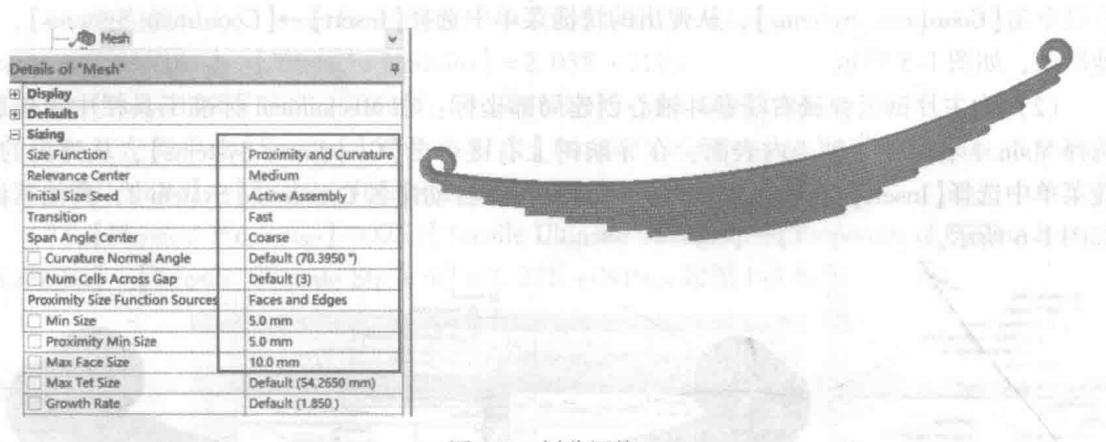

图 1-8 划分网格
(1) 在导航树里单击【Mesh】→【Details of “Mesh”】→【Sizing】→【Size Function】= Proximity and Curvature，【Relevance Center】= Medium，【Min Size】= 5.0mm，【Proximity Min Size】= 5.0mm，【Max Face Size】= 10.0mm，其他默认。
(2) 生成网格：选择【Mesh】→【Generate Mesh】，图形区域显示程序生成的六面体网格模型，如图 1-8 所示。
(3) 网格质量检查：在导航树里单击【Mesh】→【Details of “Mesh”】→【Quality】→【Mesh Metric】= Skewness，显示 Skewness 规则下网格质量详细信息，平均值处在好水平范围内，展开【Statistics】显示网格和节点数量。